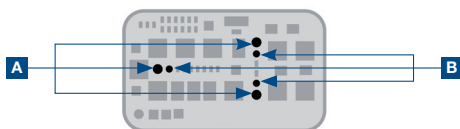

Figure 7
À l'aide d'un outil approprié, poussez les broches de positionnement (B) vers le bas jusqu'à la butée. Serrez les 3 vis (« A » dans figure 7).